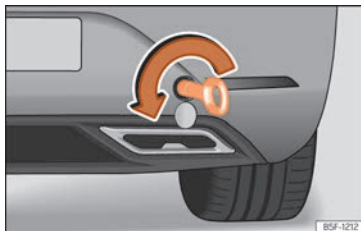

Abb. 54 Auf der rechten Seite des hinteren Stoßfängers: eingeschraubte Abschleppöse.
- Drehen Sie die Abschleppöse **entgegen dem Uhrzeigersinn** in die Aufnahme bis zum Anschlag »» **Abb. 54** »» ⓘ. Verwenden Sie ein geeignetes Hilfsmittel, um die Abschleppöse festzuziehen.